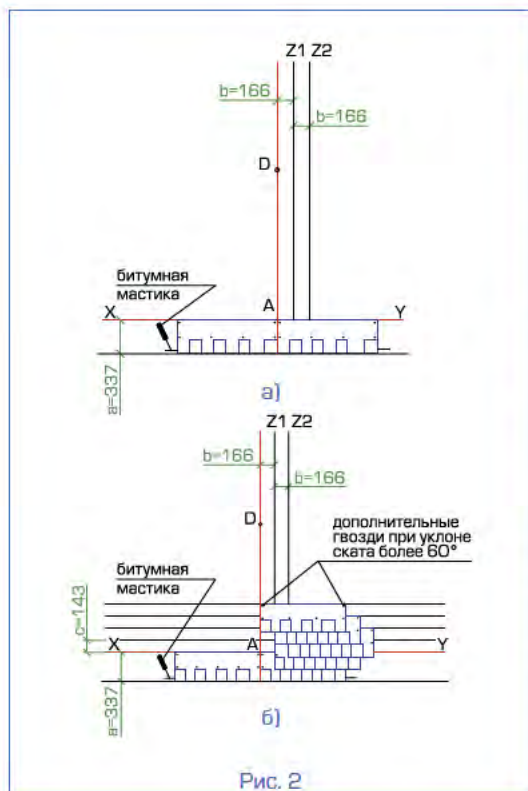

Рис. 2
Укладка материала (рис. 2)
- первый ряд черепицы укладывается от линии AD (рис. 2а);
- второй ряд укладывается от линии Z1 (со смещением 16,6 см от AD) (рис. 2б);
- третий ряд укладывается от линии Z2 (со смещением 16,6 см от Z1) (рис. 2б);
- четвертый ряд — от линии Z1 (рис. 2б);
- пятый ряд — от линии AD (рис. 2б);
Каждый лист черепицы АЛЯСКА крепится 4 гвоздями таким образом, чтобы гвоздь прошивал и верхний край низлежащего листа черепицы АЛЯСКА (рис. 2а,б). При укладке черепицы на скатах при уклоне больше 60° лист должен крепиться 6 гвоздями (2 дополнительных гвоздя фиксируют верхние углы листа на расстоянии от краев 2,5 см).